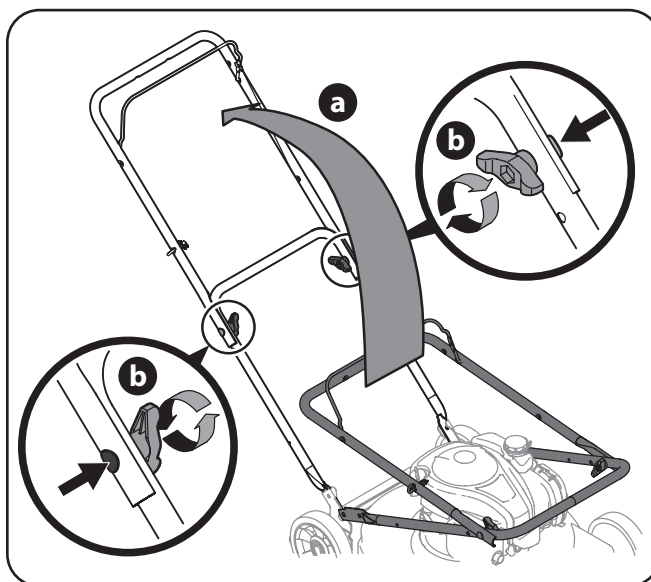

Figura 3-1
- a. Tire y retroceda la manija superior como se muestra en la Figura 3-1. Asegúrese de que la manija inferior esté asentada firmemente en los soportes de montaje de la manija. Asimismo, no preñe los cables mientras levanta la manija.